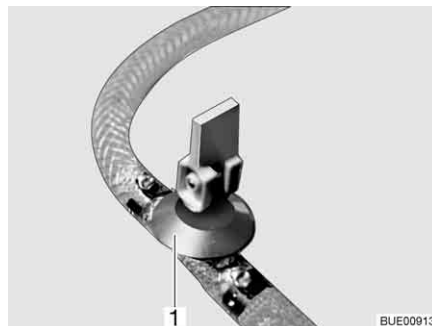
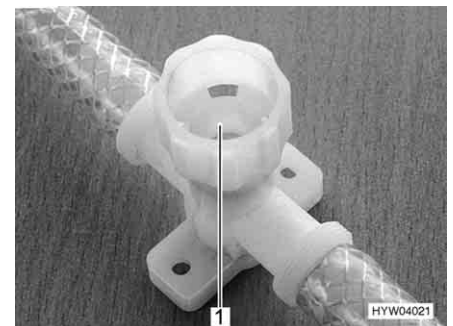

Fig. 168 Llave de desagüe (con balancín)
Fig. 169 Llave de desagüe (con tapa giratoria)
- Cerrar todas las llaves de desagüe. Para esto, poner el balancín de la llave de desagüe (Fig. 168,1) o cerrar la tapa de la llave de desagüe (Fig. 169,1) girándola en el sentido de las agujas del reloj.